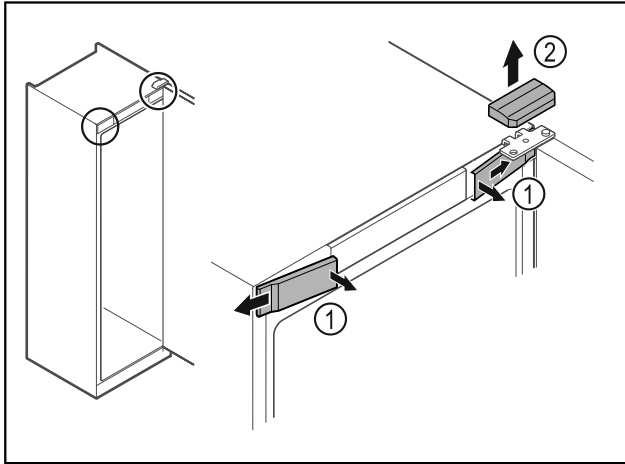

Fig. 8*
- Paina etummaisheet suojukset Fig. 8 (1) sisäpuolelta irti ja ota ne sivukautta pois.*
- Ota ylempi suojuus Fig. 8 (2) yläkautta pois.*